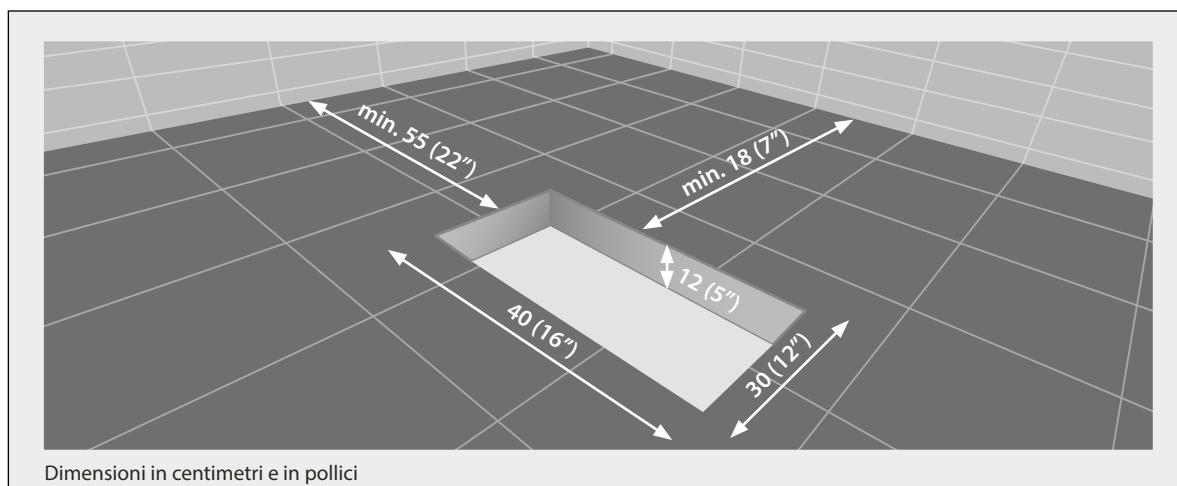

Fig. 2
- Se la vasca appoggia a terra è necessario preparare un foro delle dimensioni indicate nella figura sottostante; il pozzetto dovrà essere opportunamente collocato tenendo conto dell'ingombro della vasca (vedi Fig. 2).